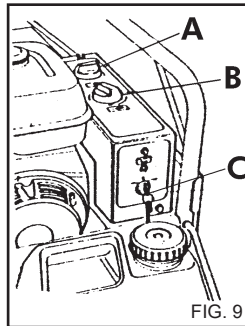

FIG. 9
1) Siekiant nepažeisti aplinkos sąlygų, rekomenduojama valymo priemonės (fig. 9) naudoti racionaliai, laikantis jo pakuotėje pateiktų nurodymų.